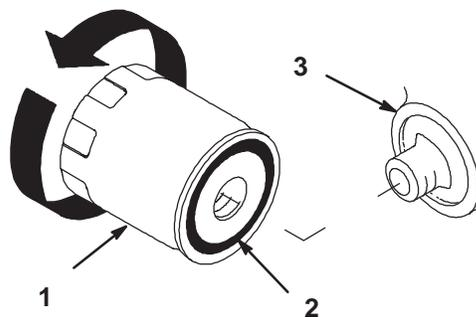

Figure 37
2. Déposez le filtre à huile usagé et essuyez la surface du joint de l'adaptateur (Fig. 37).
4. Appliquez une fine couche d'huile neuve sur le joint en caoutchouc du filtre de rechange (Fig. 37).
5. Posez le filtre à huile de rechange sur l'adaptateur. Tournez le filtre dans le sens horaire jusqu'à ce que le joint en caoutchouc rejoigne l'adaptateur, puis donnez 1/2 tour supplémentaire (Fig. 37).